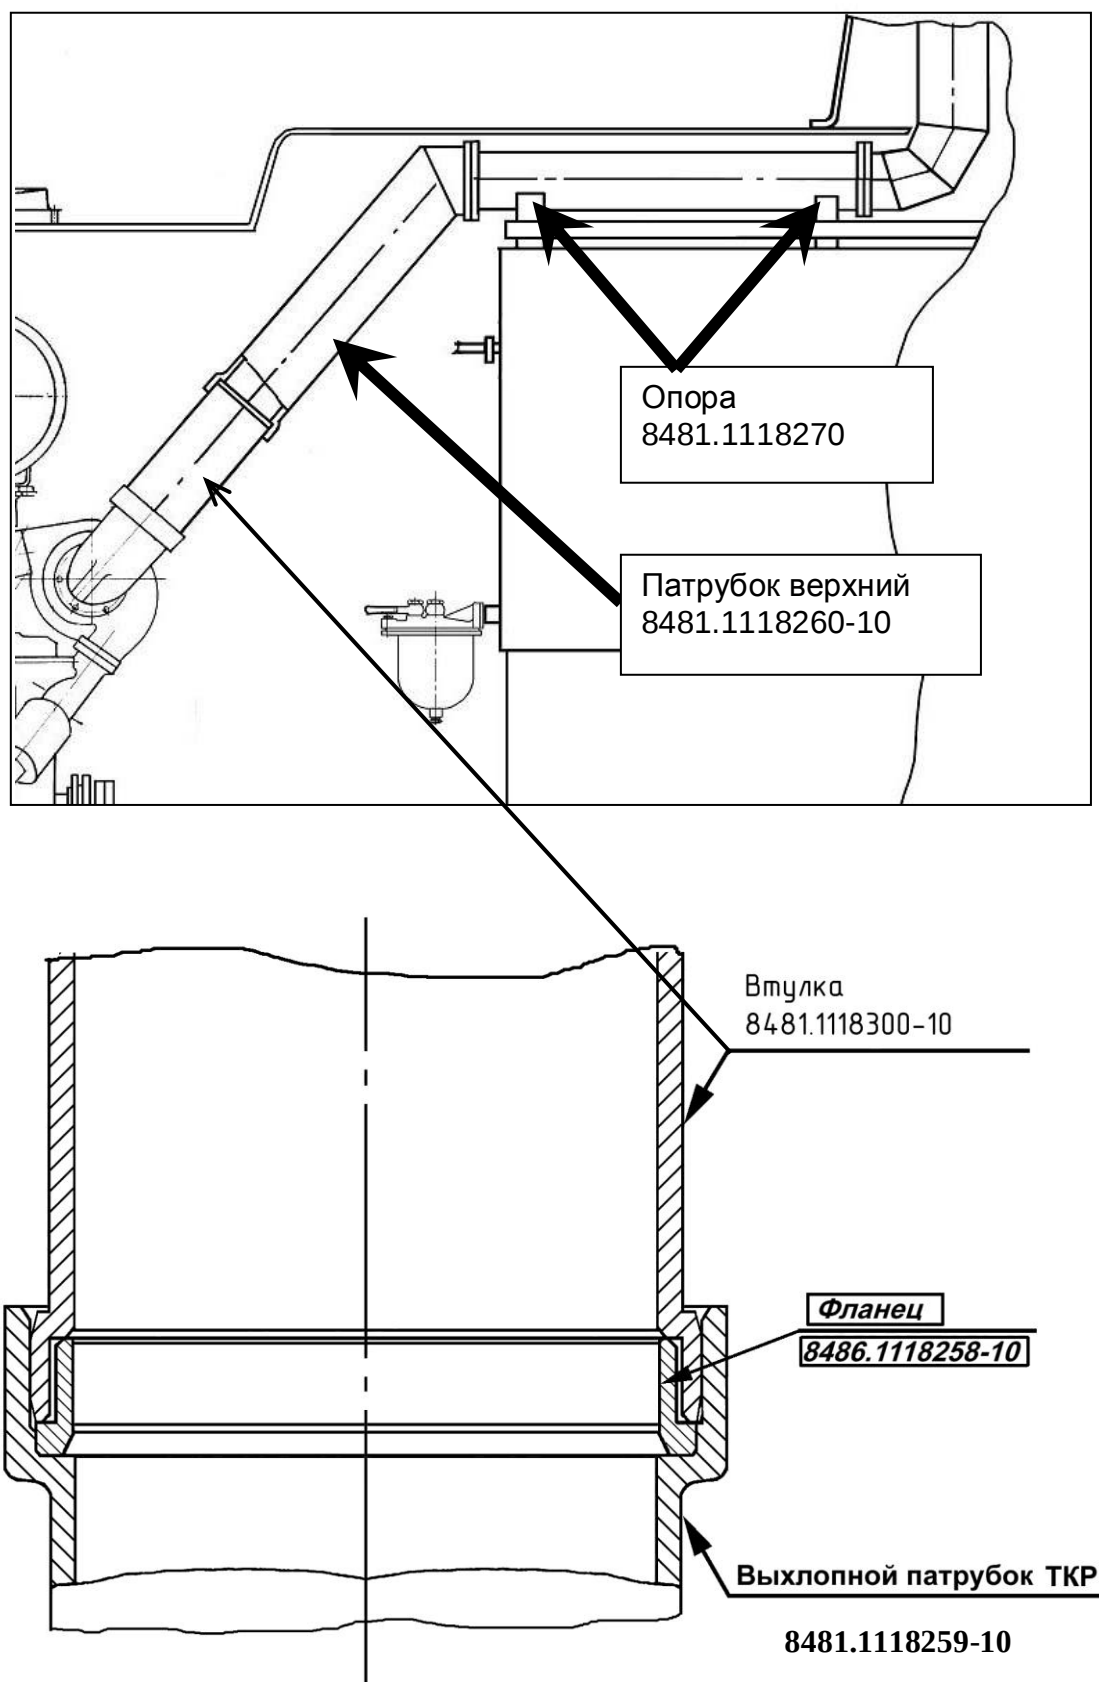

Рисунок 6 – Схема установки газовыхлопа
- 17) Устанавливаем систему газовыхлопа (см. Рисунок 6), кронштейны крепления трубы устанавливаем на бак и привариваем по месту.